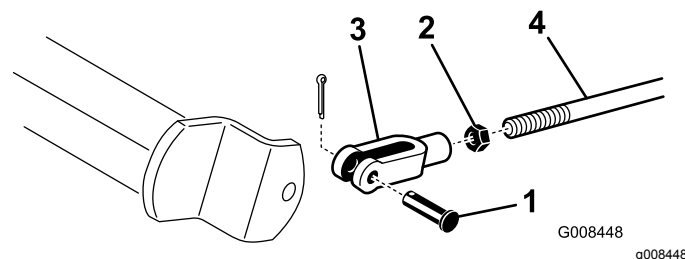

Figura 47
2. Nel caso in cui i freni non si blocchino in modo uniforme, togliete la coppia ed il perno del cavallotto per scollegare le aste dei freni (Figura 47).
3. Allentate il controdado e regolate il cavallotto come opportuno (Figura 47).
4. Montate il cavallotto sull'albero del freno (Figura 47).